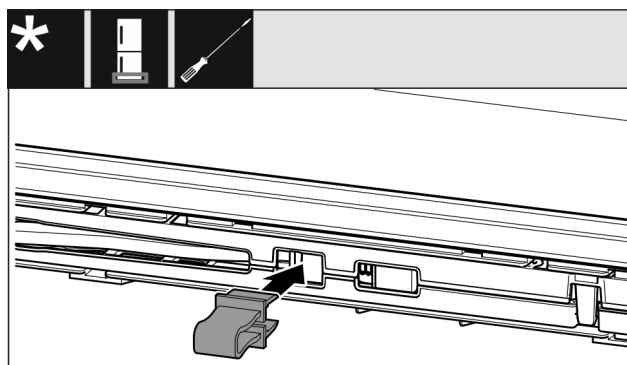

Fig. 14
- Фиксирайте предпазителя в отвора Fig. 14 ().